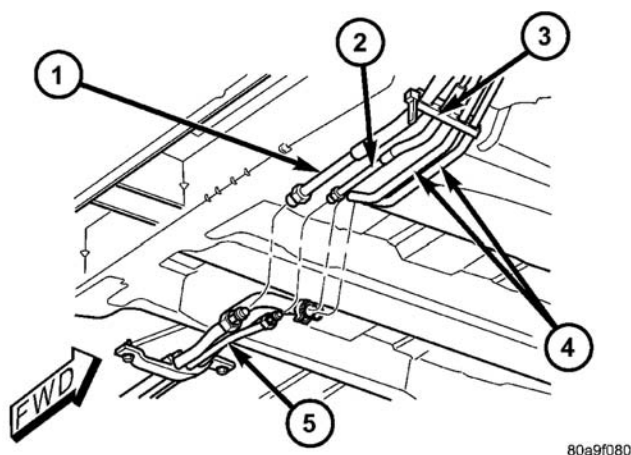

图 31 车身底部的连接
- （18）恰好在用于后暖风和空调的车身底下的管路和发动机舱管路之间，切断连接带（图31）。